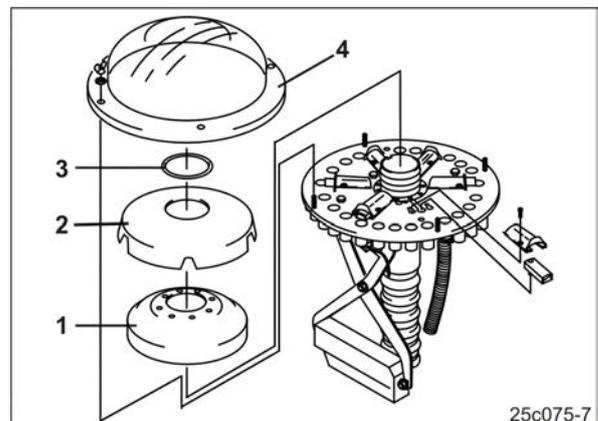

Fig. 148
6. Remplissez le boîtier Vario via la tubulure de remplissage d'huile (Fig. 148/2) jusqu'au niveau du regard avec de l'huile pour boîte de vitesses.
10. Reposez la garniture en mousse (Fig. 148/1).
11. Reposez le capot intérieur (Fig. 148/2).
12. Reposez la bague (Fig. 148/3).
13. Reposez le capot extérieur (Fig. 148/4).